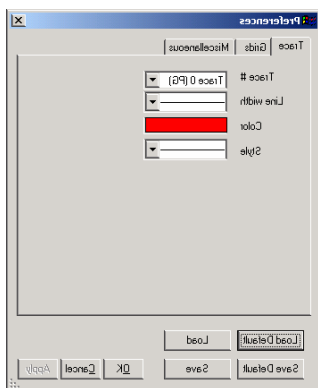

图 5-100 曲线的属性“Trace”选项卡
按住〈Set up〉键，弹出设定图件属性 Preferences 对话框，包括 3 个选项卡，如图 5-100 所示。
1) Trace 选项卡，如图 5-100 所示。在“Trace”选项卡中可设定曲线的属性，其中“Trace”下拉列表框用于选择要设定的参数曲线，“Line width”下拉列表框为设定曲线的线宽、Color 为设定曲线的颜色、Style 下拉列表框为设定曲线的样式。